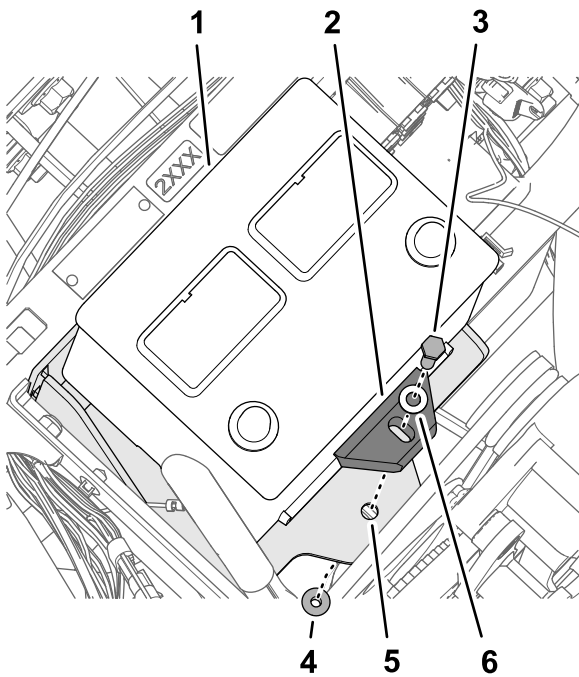

Figura 175
5. Monte la batería en el soporte de la batería con el perno (5/16" x 1 3/4"), la arandela (5/16"), la pletina de sujeción y la contratuerca con arandela prensada (5/16"), según se muestra en Figura 175.